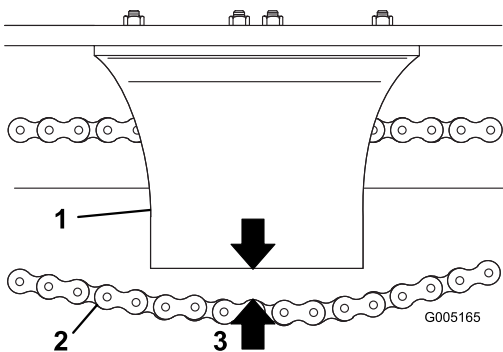

Figura 30
4. Mida la distancia entre la parte inferior del protector de la cadena y el tramo inferior de la cadena (Figura 30). Si la holgura de la cadena no está en el intervalo de 1-1/2 a 2-1/2 pulgadas (3,8 a 6,35 cm), ajuste la tensión (consulte Ajuste de la tensión).
en el intervalo de 1-1/2 a 2-1/2 pulgadas (3,8 a 6,35 cm) (Figura 30).